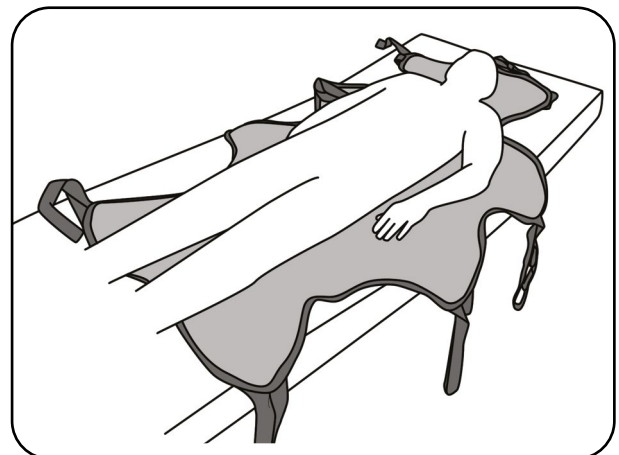

Abb. 8.2.05 - Patienten auf Liftergurt positioniert
7. Drehen Sie den Patienten wieder auf den Rücken und ordnen Sie die Gurtschlaufen (Abb. 8.2.05).